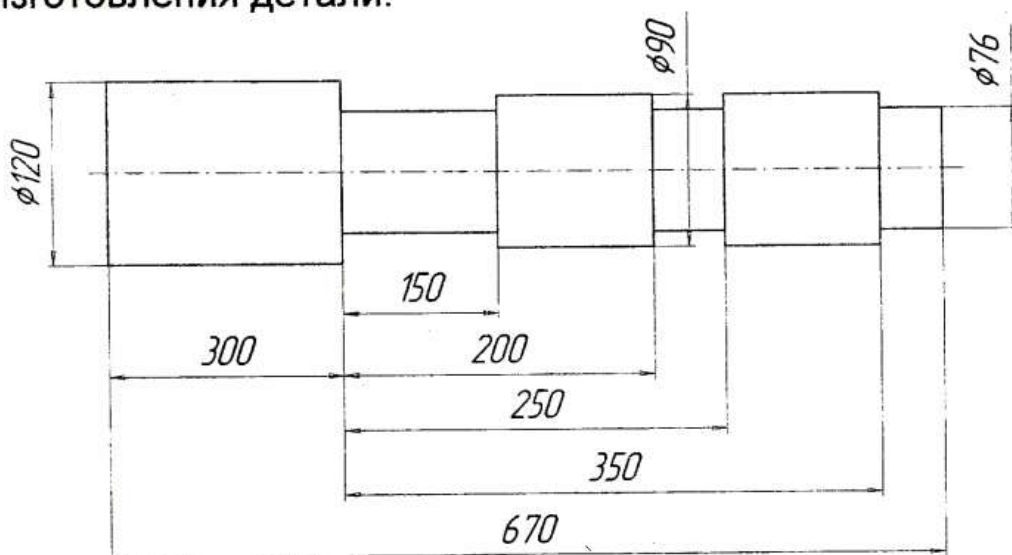

Рисунок 10 – Вал
*Исходные данные.* В данном разделе приводятся чертеж детали согласно заданному варианту (см. рис.10) и полная расшифровка материала, применяемого для изготовления детали.
Если элемент поковки определен как невыполнимый, то его доводят до выполнимого размера за счет напуска со стороны любого из торцов из условия, чтобы объем напуска был минимальным. В таблице 13 приведены значения припусков, предельных отклонений и диаметральных размеров поковки для рассматриваемого примера (см.рис.10). Припуски  $\delta$  и предельные отклонения  $\pm \Delta/2$  диаметров  $D$  назначены для диапазона длины детали  $L$  свыше 500 до 800 мм, а диаметральные размеры поковки определены согласно рисунку 11.
Исходные данные выполняемого задания рассчитаны на применение в качестве исходной заготовки проката, технологические отходы которого включают отходы на угар и концевые отходы. Поэтому далее описывается определение массы и размеров заготовки из проката анализируемого примера (рис. 10).